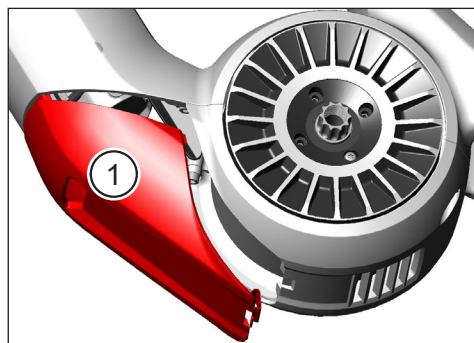

Fig. 10: Retirer la SkidPlate
- ▶ Basculez la SkidPlate légèrement vers le bas (voir pos. 1 dans Fig. 10).